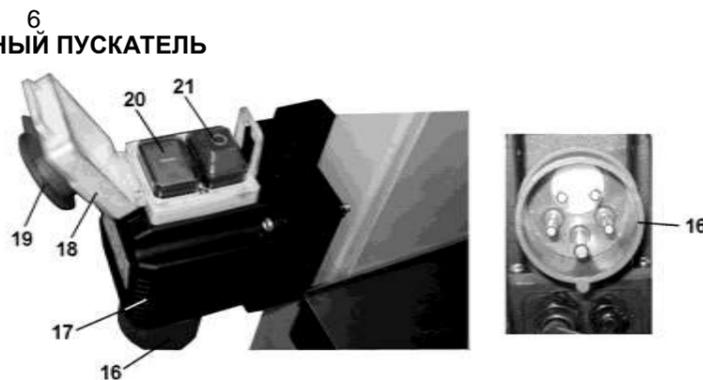

Рис. 4
8.1. Станок оснащен магнитным пускателем, предотвращающим самопроизвольное включение после отключения питания. Магнитный пускатель (17), Рис.4, закрыт защитной крышкой (18) и заблокирован кнопкой (19), предотвращающей самопроизвольный пуск машины после нажатия на кнопку (19). Как показано на Рис.4, при закрытой крышке (18) станок автоматически отключается от питания; станок можно включить только после открытия крышки (18) и нажатия зеленой кнопки (20). Отключение станка производится нажатием на красную кнопку (21).